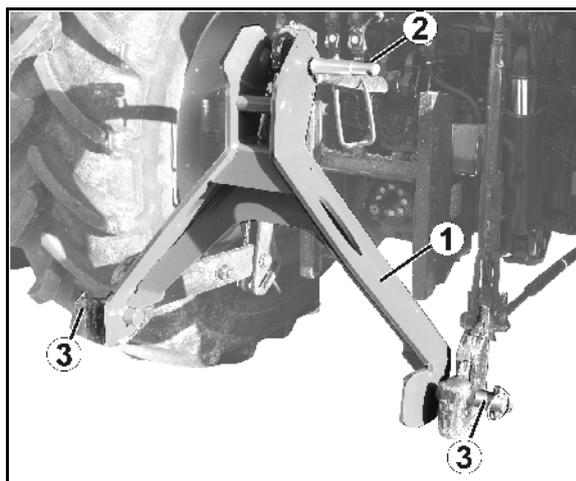

Рис. 53
- используйте палец верхней тяги (Рис. 53/2) сцепного треугольника, установите шариковую втулку и зафиксируйте пружинным фиксатором.
- установите на пальцы нижних тяг шариковые втулки, надвиньте распорные втулки (Рис. 53/3) и зафиксируйте пружинными фиксаторами.